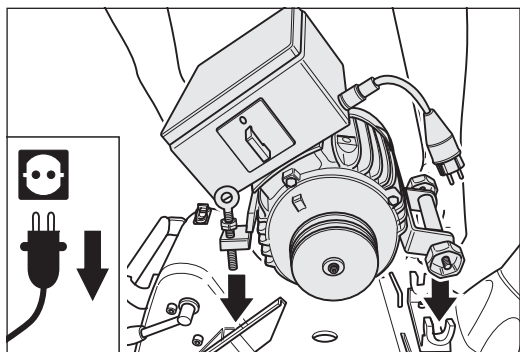

Abb. 32 Den Motor in den Motorlagerbock einsetzen.
- 4 Setzen Sie den Motor in den Motorlagerbock ein (Abb. 32)